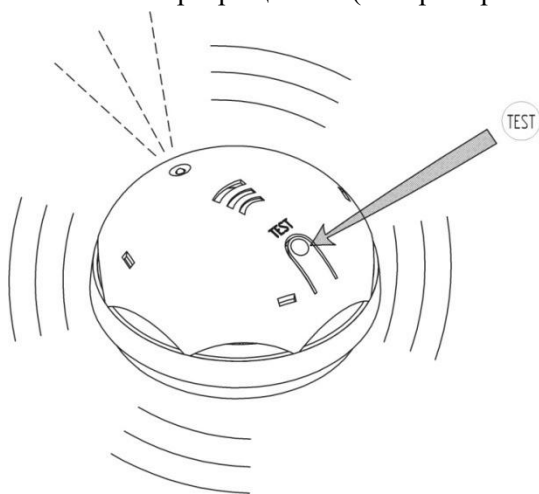

Рис.5 Проведение тестирования сигнализатора
5.4.4 Нажать и удерживать в течение 3-5с кнопку TEST. Должен часто мигать оптический индикатор и прозвучать прерывистый звуковой сигнал. После отпускания кнопки звуковые и световые сигналы прекращаются (смотреть рис.5).